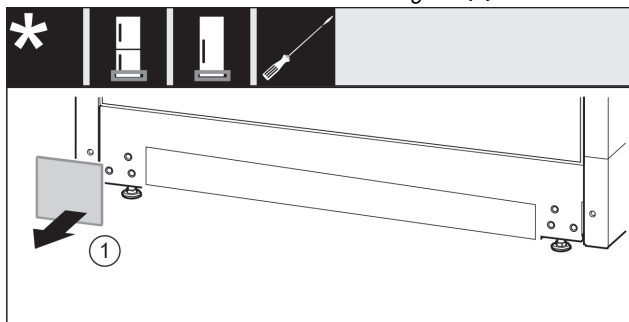

Fig. 15
- ▶ Retirer le cache. Fig. 15 (1)